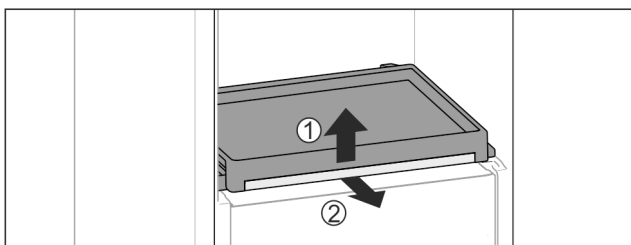

Fig. 76
- ▶ Ta ut utdragshyllan med glashyllan: Lyft glashyllan något fram till Fig. 76 (1) och dra ut den framåt Fig. 76 (2).